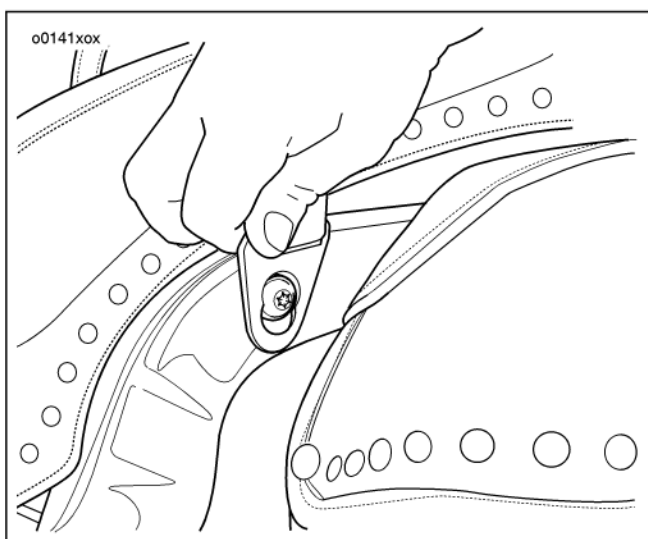

Figura 73. Spingere/tirare la staffa della fascetta
5. Vedere la Figura 73. Tirare verso l'esterno per liberare il lato sinistro della staffa della fascetta.
8. Vedere la Figura 73. Tirare verso l'alto la staffa della fascetta per verificare l'incastro; serrare finché ben stretta.